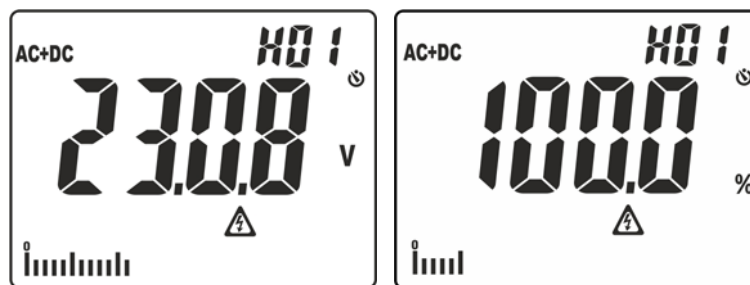

Abb. 3: Anzeige der Amplituden der Oberwellenanalyse
- Einfaches Drücken der Taste zur Anzeige der Spannungs- und Stromoberwellen bis zur 25. (**Hdc**, **H01... H25**) mit absolutem oder prozentualen Wert in Bezug auf den Fundamentals der Eingangssignale (für Spannungswerte  $V_{AC} > 0.5V$  und Stromwerte  $AC > 0.5A$  und Frequenz im Bereich  $42.5Hz \div 69Hz$ ) und des prozentualen Werts des Parameters **THD%** (siehe § 9.4) wie in der Abb. 3 gezeigt. Benutzen Sie die Tasten  $\blacktriangle$  und  $\blacktriangledown/\text{Ⓜ}$  zur Vergrößerung/Verringerung der Oberwelle.